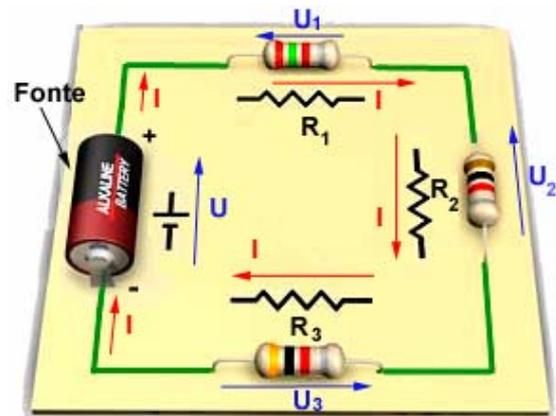

Figura 9 – Exemplo de associação em série de resistores.
O circuito ilustrado na figura 9 apresenta uma *associação em série* de resistores.
Verifica-se pela análise da figura 9 que, na associação série, a corrente que circula por todos os resistores é a mesma.
- 1) Calcule a resistência equivalente do circuito da figura 9, sabendo-se que  $R_1 = 2,5 \text{ k}\Omega$ ,  $R_2 = 1 \text{ k}\Omega$  e  $R_3 = 3 \text{ k}\Omega$ .
- 2) Sabendo-se que a tensão da fonte do circuito da figura 9 é igual a 13 V, calcule a corrente e a tensão em cada resistor.